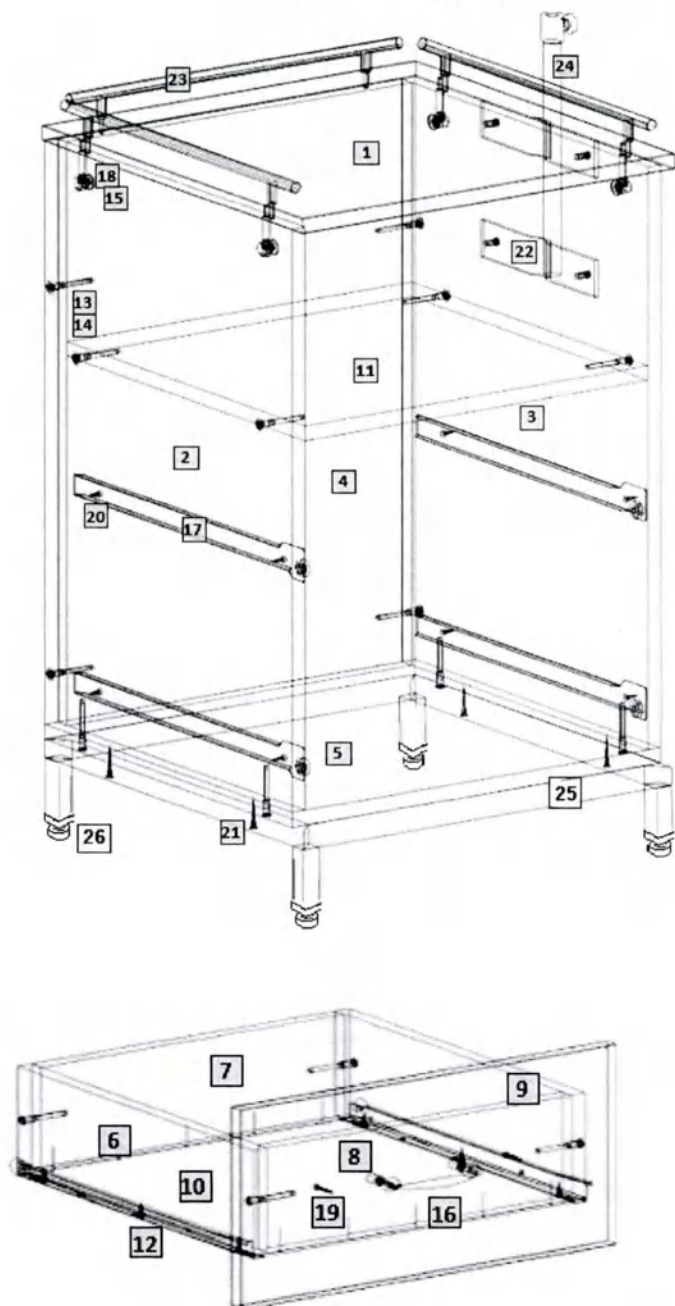

Рис.1
1. Внимательно ознакомьтесь со схемой сборки, изображённой на рис.1, сверяясь со спецификацией на изделие. Согласно схеме и спецификации определите расположение деталей в изделии и порядок их сборки. Сборка производится на ровном полу, укрытом материалом, предотвращающим повреждение покрытия пола и деталей мебели. Подготовьте необходимые для сборки инструменты – плоскую и крестовую отвёртки, молоток, рулетку или линейку.
2. На вертикальных боковых стенках (2 и 3) установите цилиндрические части эксцентриковых стяжек (18) в предназначенные для них отверстия; шурупами 4x16 20 закрепите L-образные части роликовых направляющих (17). На крышке (1) установите штоки эксцентриковых стяжек (18) и ограждения (23) (при необходимости).
3. Евровинтами (13), как показано на рис.1, соедините вертикальные стенки (2,3) с горизонтальными стенками (11, 5). Установите крышку (1). Затяжка соединения производится путём поворота эксцентриков до упора в направлении стрелки, выштампованной на корпусе стяжки. На видимые головки евровинтов установите заглушки (14).
4. При помощи винтов 6,3x13 закрепите на боковой стенке держатель (22) (при необходимости). Шурупами 4x35 (21) соедините каркас тумбы с металлическим основанием (25).
5. Сборка ящиков. Евровинтами (13) соедините боковые стенки ящика (6) с передней и задней стенками (7,8). Дно ящика (10) закрепите к передней и задней стенкам гвоздями (12). Установите роликами назад J-образные части направляющих (17) и закрепите их шурупами 4x16 (20). Шурупами 3,5x30 (19) закрепите фасад (9) к передней стенке ящика (8). Установите на фасад ящика (9) ручку (16). Установите собранные ящики в корпус тумбы.
6. В металлическое основание (25) установить регулируемые опоры (26).
7. При необходимости установки штатива с держателем, установить штатив (24) в закреплённый на боковой стенке тумбы держатель (22).